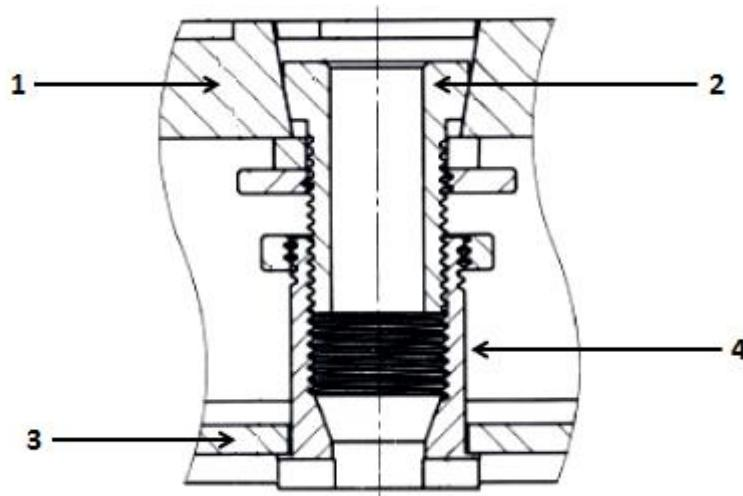

Рис. 5. Разрез запорного механизма УЗЛ-Л ССД:
1.7. Вращая ключ против часовой стрелки, гайку нижней крышки накручивают на винт до упора. При этом положении элементов запорного механизма устройство УЗЛ-Л ССД запирает люк колодца (рис. 5). Верхняя чугунная крышка и нижняя стальная крышка надёжно стягиваются между собой. При этом нижняя крышка с двумя задвижками, зафиксированными в пазах корпуса люка, являются своеобразным «якорем», который удерживает чугунную крышку в корпусе люка.